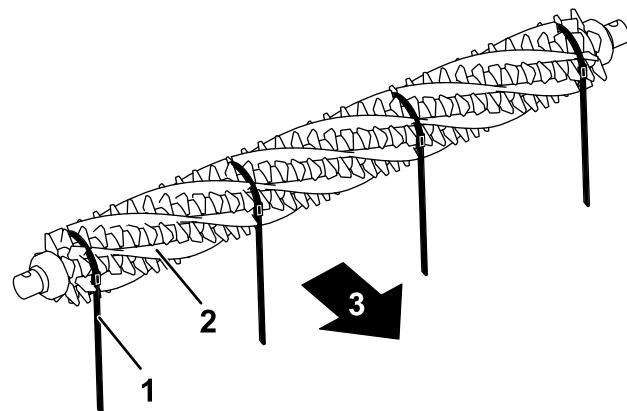

Figura 16
3. Desde un lado del molinete del groomer, deslice un cepillo en cada ranura alrededor de toda la longitud del molinete del groomer (Figura 16).
Importante: Debe envolver las cintas alrededor del conjunto de cuchillas y cepillos del groomer en la dirección de rotación principal. La Figura 16 muestra las cintas instaladas para la rotación hacia adelante.